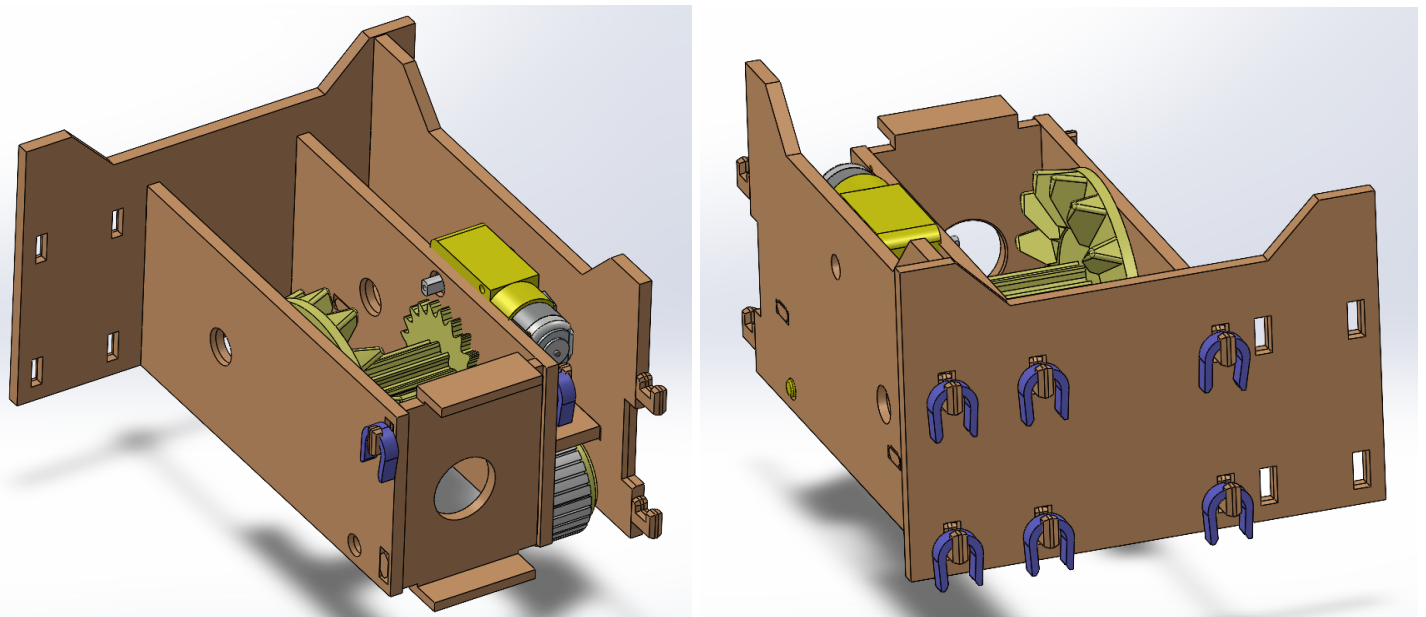

FIGURE 6
ÉTAPE 6 : Dans cette étape, nous prenons le résultat de l'ÉTAPE 5 ainsi que le mur portant le numéro 2 et les assemblons ensemble comme on peut le voir dans la figure 6, puis nous les fixons ensemble en utilisant les broches pourpres fines numérotées 23.